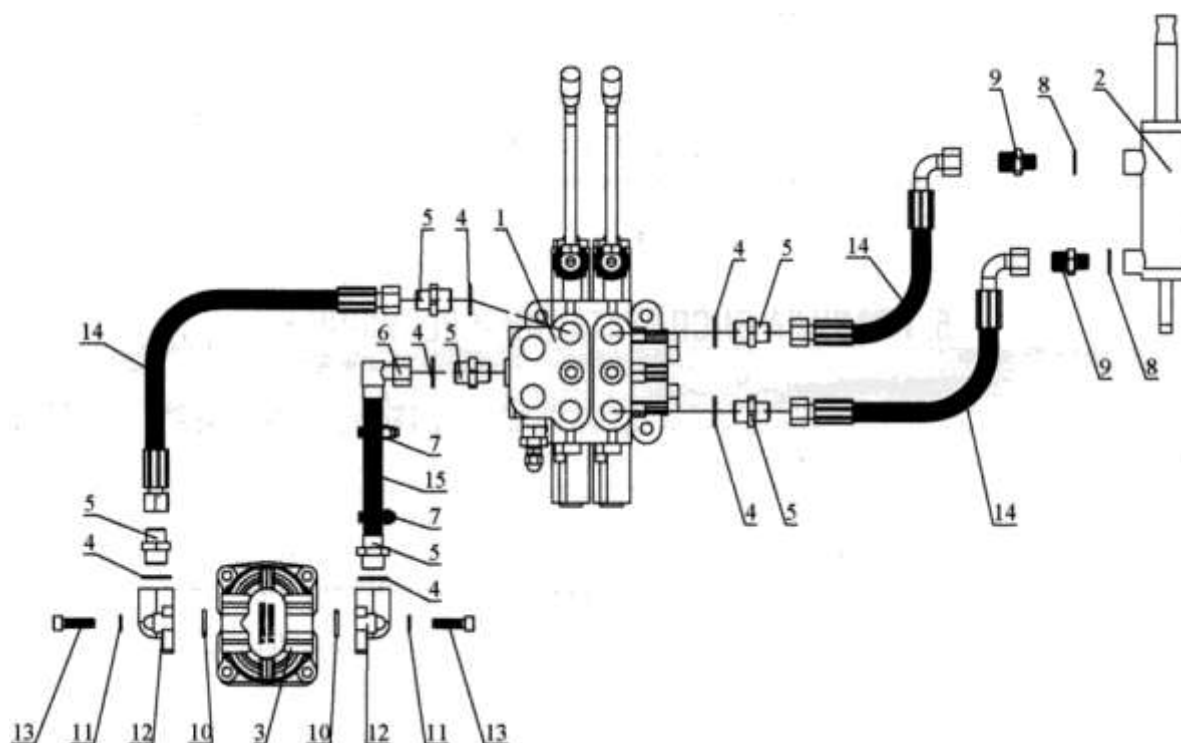

Рисунок 1.
Схема подключения гидравлического оборудования показана на рис. 1.
- 1.2. Присоедините два гидравлических шланга (14) к одной из магистрали гидрораспределителя, согласно рис. 1. Убедитесь в наличии уплотнительных колец (4),(8).
- 2.6. Согласно рис. 1. подключите гидравлический шланг высокого давления на входной канал ГМШ (на который указывает стрелка на корпусе ГМШ). Не соответствующий монтаж приведет к выдавливанию сальника ГМШ (сальник имеется в комплекте ЗИП);
При монтаже гидравлики используйте необходимые уплотнительные кольца, согласно рис. 1.